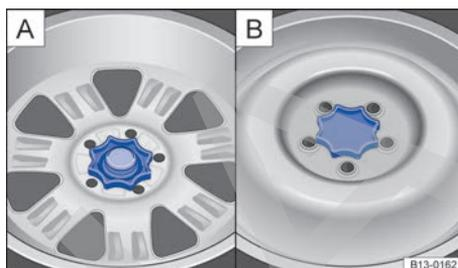

Fig. 206 En el maletero: **A**: Ruedecilla para fijar la rueda de repuesto. **B**: Ruedecilla para fijar la rueda de emergencia.
- Desenrosque por completo la ruedecilla central que sujeta la rueda de repuesto → fig. 206 **A** o la de emergencia **B** en el sentido contrario al de las agujas del reloj y extraiga la rueda.